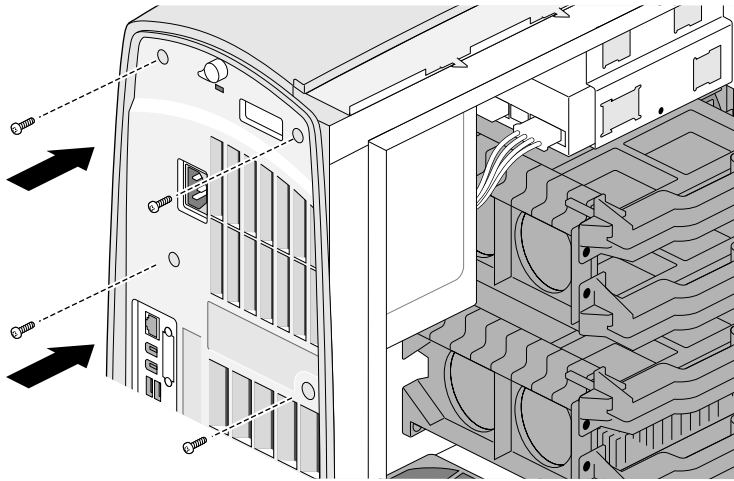

図 7-7 電源のネジの取り付け
5. システムの背面から取り外した4つのネジを再び取り付けます (図 7-7)。